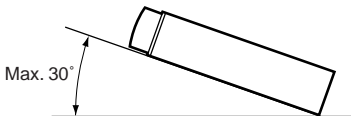

Abbildung 3
3. Das Gerät innerhalb 30° der horizontalen Ebene einbauen. (Abbildung 3)